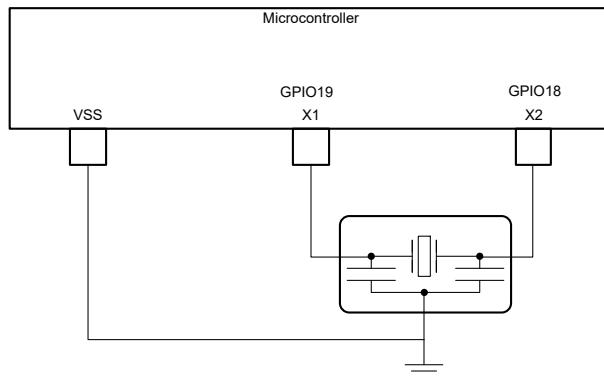

図 6-14. 外部共振子
- 外部共振子。図 6-14 に示すように、X1 と X2 の間に共振子を接続し、そのグラウンドを VSS に接続する必要があります。